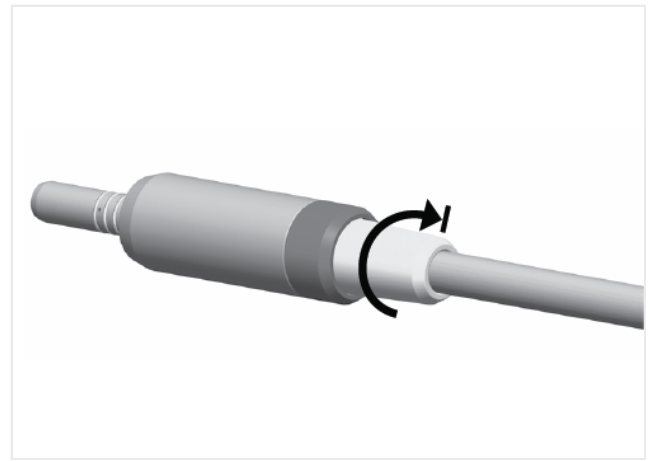

FIG. 3
4. Sujetando el motor, atornille por completo el casquillo del tubo flexible a la conexión trasera del motor (FIG. 3).